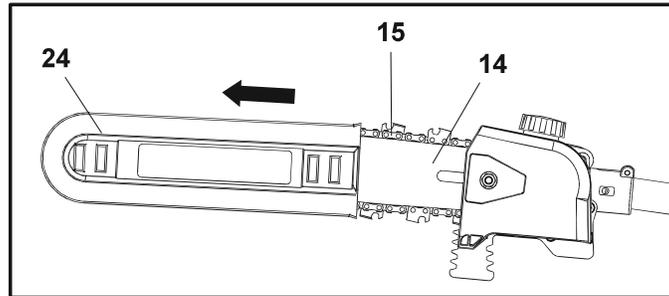

Fig. 7
1. Retire a cobertura da guia (24) da corrente (15) e da guia (14) antes de utilizar (Fig. 7).
2. Guarde a cobertura da guia (24) em segurança.